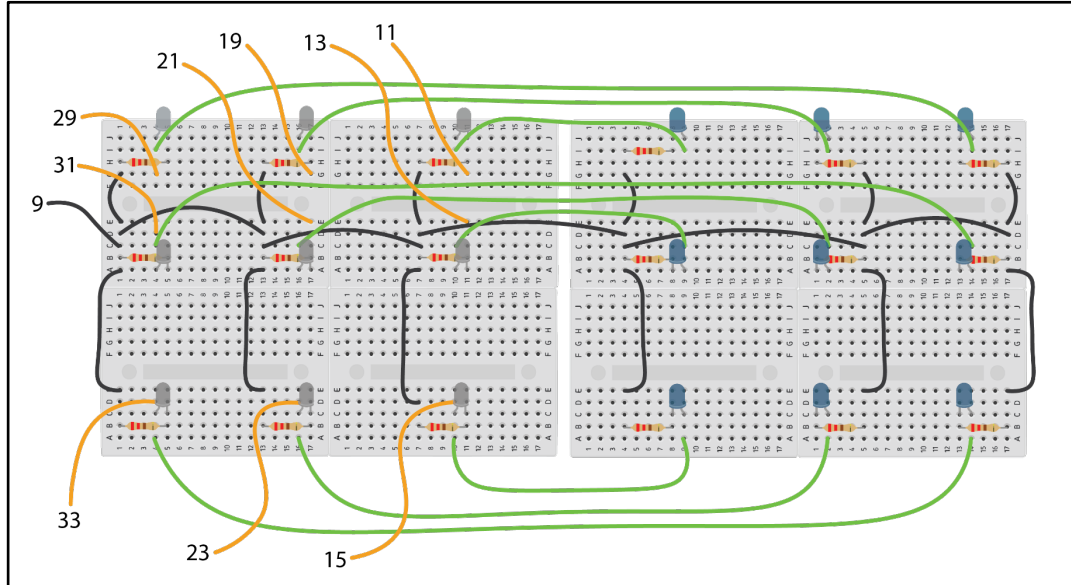

Figure 22. Connection des LEDs blanches et IR au GPIO
- d. Connectez chacune des 9 paires de LEDs blanches + infrarouges aux E/S (via les 9 fils orange (+) et les fils noirs (-, GND ; fils de connexion noirs) de la **Fig. 22**). Pour les fils orange (ici, l'orange sert à l'affichage visuel ; en réalité, nous avons utilisé le fil de connexion rouge), coupez le fil électrique à une longueur appropriée (environ 5 cm) et raccordez-le en série à un câble Dupont femelle-femelle, qui sera ensuite connecté à la carte E/S (conformément au schéma de la **Fig.22**). **L'utilisation de fils électriques (et non de câbles Dupont) est due à l'espace limité entre les LEDs et les pièces imprimées en 3D dans lesquelles ces matrices de LEDs seront insérées.*